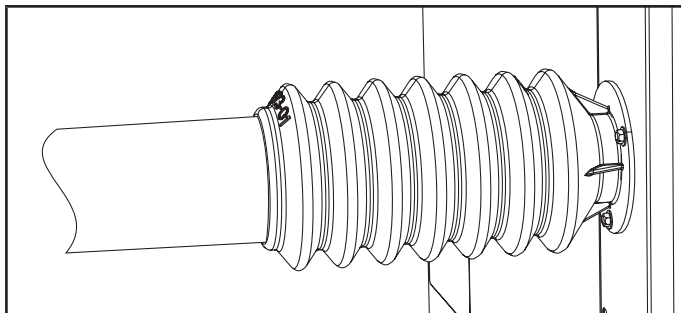

FIGURA 10. Coloque espuma Armaflex sobre el extremo del manguito y la abrazadera
- 4 - Coloque un trozo de espuma Armaflex adquirida en el sitio sobre la abrazadera de banda y el extremo del manguito de acople para evitar que transpire (consulte la figura 10).